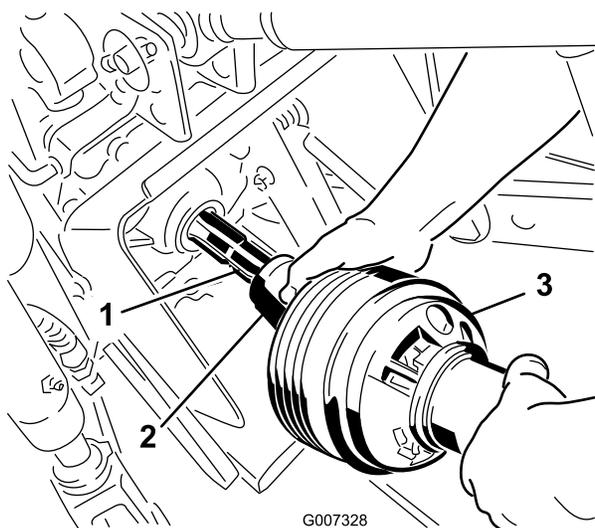

Figura 21
3. Conecte el árbol de la TDF al árbol de la TDF del tractor (Figura 21).